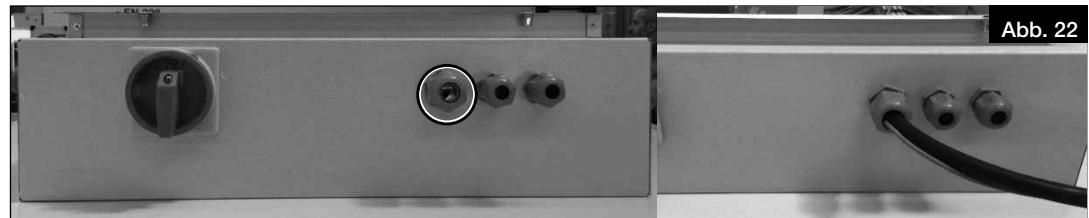

Abb. 22
3. Markierte Kabelverschraubung lösen und Leitung durchführen (s. Abb. 22).